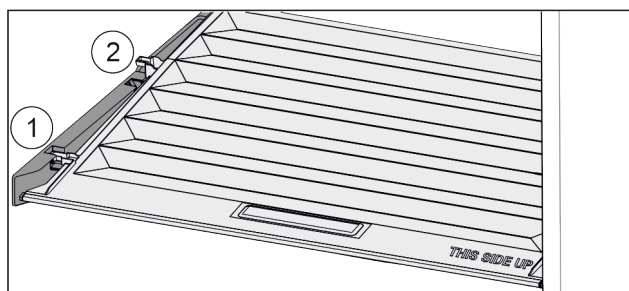

Fig. 116
- Vedä kantta kiinnikkeissä olevaan aukkoon saakka eteenpäin Fig. 116 (1).
- Nosta sitä takaosasta ja ota se pois yläkautta Fig. 116 (2).